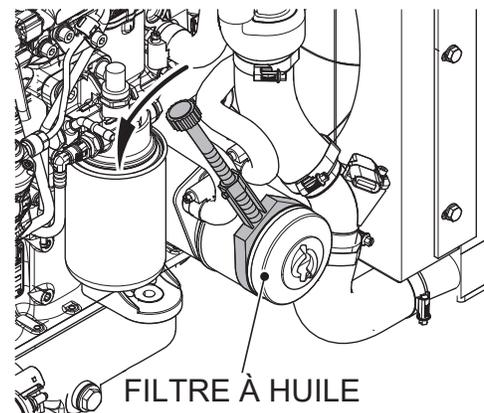

Figure 37. Retrait du filtre à huile
1. Desserrez le filtre à huile (Figure 37) à l'aide d'une clé à sangle ou d'un outil similaire et dévissez-le.